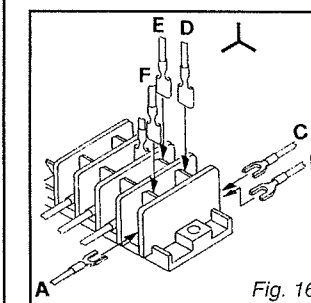

Fig. 16
- 2) Aprire il quadro elettrico e cambiare la posizione dei collegamenti sulla morsetteria seguendo le fig. 16 e 17.
- 2) Open the electric panel and change the position of the connections on the terminal board, see fig. 16 and 17.
- 2) Ouvrir le panneau électrique et changer la position des branchements sur le bornier en suivant les fig. 16 et 17.
- 2) Den elektrischen Schaltkasten öffnen und die Position der Brücken an den Klemmen versetzen wie in den Abb. 16 und 17 gezeigt.
- 2) Abrir el cuadro eléctrico y cambiar la posición de las conexiones en la bornera siguiendo las fig. 16 y 17.